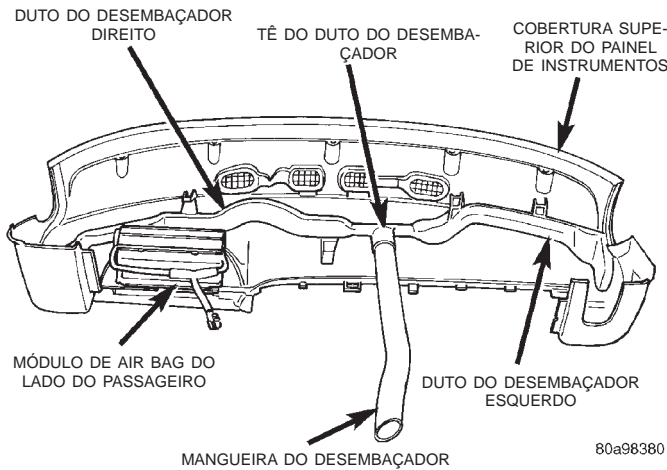

Fig. 67 Remoção/Instalação dos Dutos do Desembaçador
(2) Remova os parafusos (dois do lado esquerdo e três do lado direito) que prendem os dutos do desembaçador na cobertura superior do painel de instrumentos (Fig. 67).